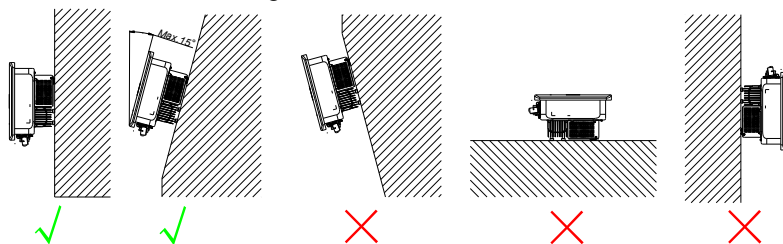

Figura 4.1 Método de montagem
① O equipamento utiliza resfriamento por convecção natural, e pode ser instalado tanto em ambientes internos quanto externos.
② Instale o equipamento de acordo com as orientações da Figura 4.1. Recomenda-se instalá-lo verticalmente, no nível do chão. Monte-o verticalmente ou inclinado para trás em no máx. 15°. Nunca instale o inversor inclinado para frente, lateralmente, horizontalmente ou de cabeça para baixo.
③ Considerando a conveniência para manutenção, instale o equipamento em uma posição paralela à linha de visão.
④ Ao montar o inversor, considere a solidez da parede ou do trilho, incluindo acessórios. Certifique-se de que o painel traseiro esteja montado firmemente.